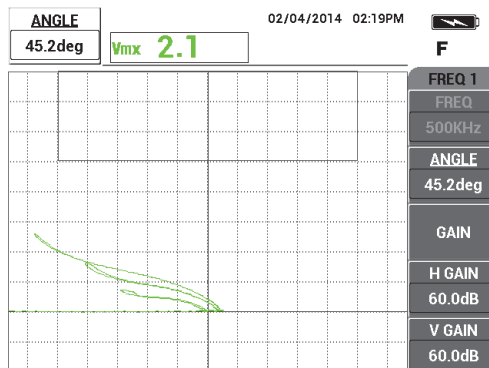

Figura 5-4 Sinal *liftoff* o mais perto possível da horizontal
6. Pressione a tecla ANGLE (◁θ). Os padrões do parâmetro ANGLE no modo de ajuste de macro. Pressione a tecla Enter (✓) para alterar o parâmetro de ANGLE para o modo de ajuste fino. Ajuste o valor de ANGLE com o botão até o sinal de *liftoff* ficar o mais próximo possível da horizontal (veja Figura 5-4 na página 131).